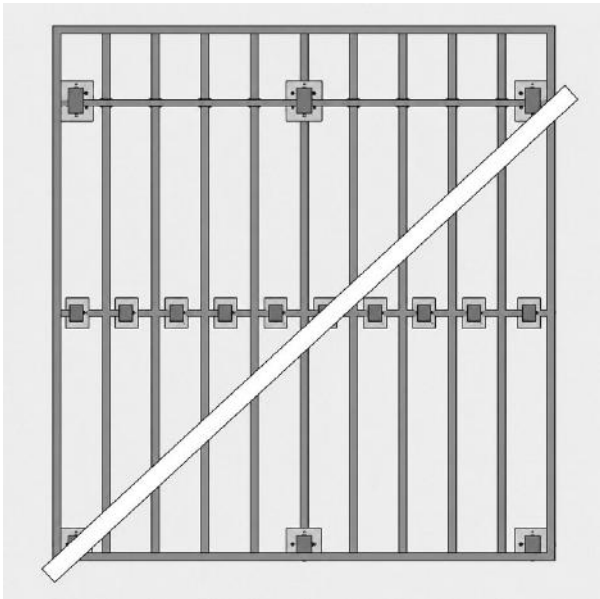

FIG. 11 – MITTLERE DIELE IN EINEM WINKEL VON 45° AUSGERICHTET
- 01 Verlegen Sie zuerst die mittlere Diele und stellen Sie sicher, dass die Diele in einem Winkel von 45° liegt (fig. 11): montieren Sie 1 verdeckten Clip jedes Mal, wenn die Diele einen Balken kreuzt; verwenden Sie immer verdeckte Clips, um die Dielenenden zu befestigen; verwenden Sie an Stoßfugen 1 Clip pro Dielenende (teilen Sie niemals einen Clip über 2 Dielenenden); verwenden Sie einen Gehrungswinkel, um einen genauen Winkel von 45° sicherzustellen.